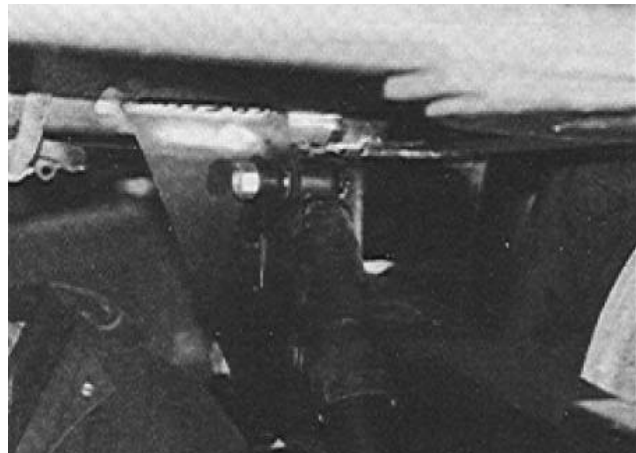

Figura 12
4. Levante el ensamble del HALF-TRAAX con el gato hidráulico. Instale los amortiguadores a las perchas y a las vigas de la suspensión usando la tornillería de montaje. Apriete los tornillos y tuercas a la especificación. Ver Figura 12.